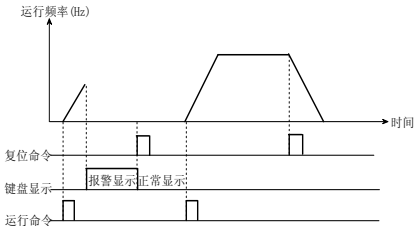

图 5-3-1 端子复位
- 6-RST 复位：在故障状态下，可用键盘STOP/RESET键退出故障状态，也可用定义为RST的端子退出故障状态，在运行状态下启用该端子可让变频器按停机方式停机。RST指令在其上升沿执行复位动作。所以必须按“无效-有效-无效”方式操作，如图5-3-1所示。